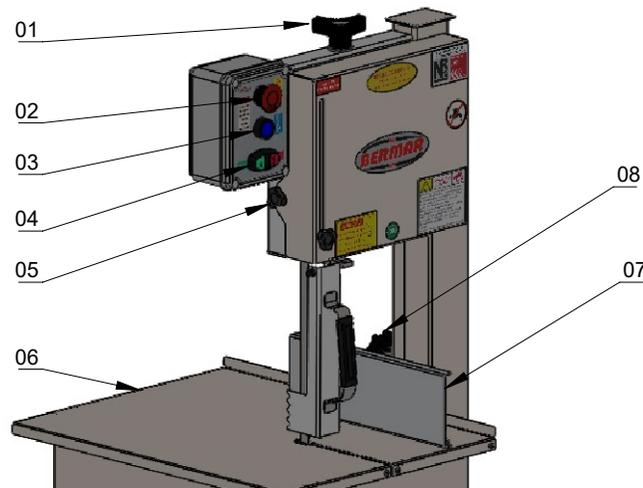

Figura 01
2.1.2 Verifique se o botão de Emergência (item 02, figura 01) está acionado; caso esteja, gire-o no sentido indicado no mesmo para desacioná-lo.
2.1.3 Ao conectar o cabo na tomada, aperte o botão Rearme (item 03, figura 01) para deixar a máquina pronta para operação.
2.1.4 Observe o tensionamento da lâmina antes de ligar a máquina, estando frouxa estique-a através do manipulador regulador da serra (item 01, figura 01).
2.1.6 Ao serrar ossos pequenos, deslize o limitador de espessura (item 07, figura 01) para maior segurança na operação.
2.2.1 Coloque o produto a ser serrado sobre a mesa (Item 06, figura 01).
2.2.2 Regule a espessura de corte movendo o limitador de espessura (Item 07, figura 01), solte o manipulador (Item 08, figura 02) e aperte quando o limitador estiver na espessura desejada.
2.3.2 Abra e remova a porta interissa (Item 12, figura 02) para melhor higienização, para isso solte os manipulós (Item 05, figura 01).